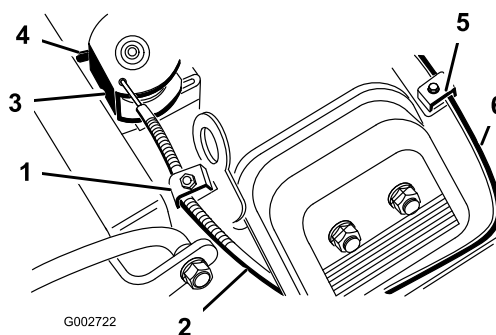

Figura 37
2. Allentate la vite del serrafilo per cavi che fissa il cavo al motore (Figura 37).
4. Tirate con forza il cavo dell'acceleratore finché il retro della parte girevole non tocca il fermo (Figura 37).
4. Tirate con forza il cavo dello starter (Figura 37) finché la farfalla dello starter non è completamente chiusa, quindi serrate la vite del serrafilo.